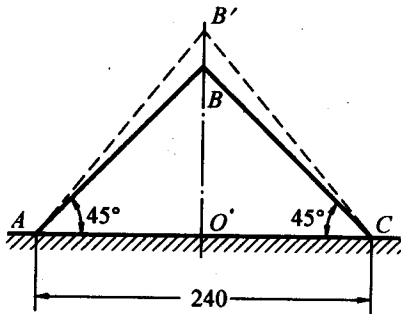

图 1-5
1.5 图 1-5 所示的三角形薄板因受外力作用而变形, 角点 B 垂直向上的位移为 0.03 mm , 但 AB 和 BC 仍保持为直线。试求沿 OB 的平均应变, 并求 AB 与 BC 两边在 B 点的角度改变。